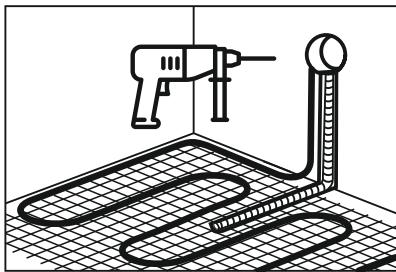

Рис. 4 – Выполнение штроб в стене и полу
3. Сделать в стене и в полу штробы и углубления для дальнейшего монтажа датчика температуры пола, монтажных концов нагревательного матта и терморегулятора (рис.4).